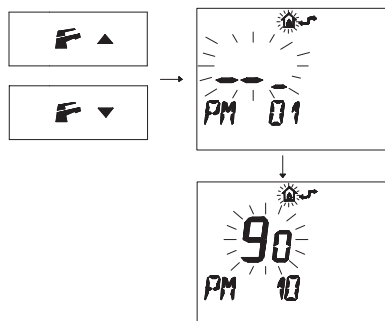

Figura 5.35
- Premere i pulsanti **F** ▲ o **F** ▼ per visualizzare la programmazione "PM10" selezione della frequenza di accensione (Figura 5.35).
Nella Figura 5.35 si visualizza un SET programmato di **90** corrispondente ad un tempo di riaccensione di 3 minuti circa.